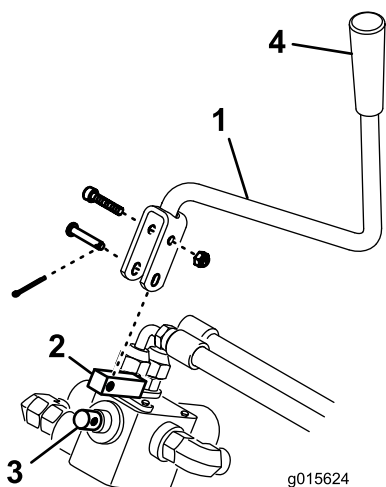

Figura 10
19. Monte a alavanca de inclinação na pega com um parafuso de cabeça sextavada e porca de bloqueio (Figura 10).
20. Instale o manipulador de controlo na pega (Figura 10).